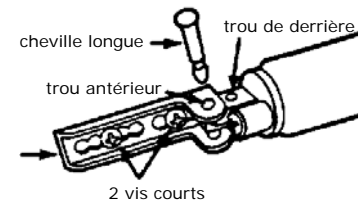

Fig. 5
Appliquez le console de porte au ferme-porte par poser la cheville longue au trou antérieur figure 5.
- Appliquez le console à la porte par 2 vis courts (fig. 5) et le montage a été terminé.